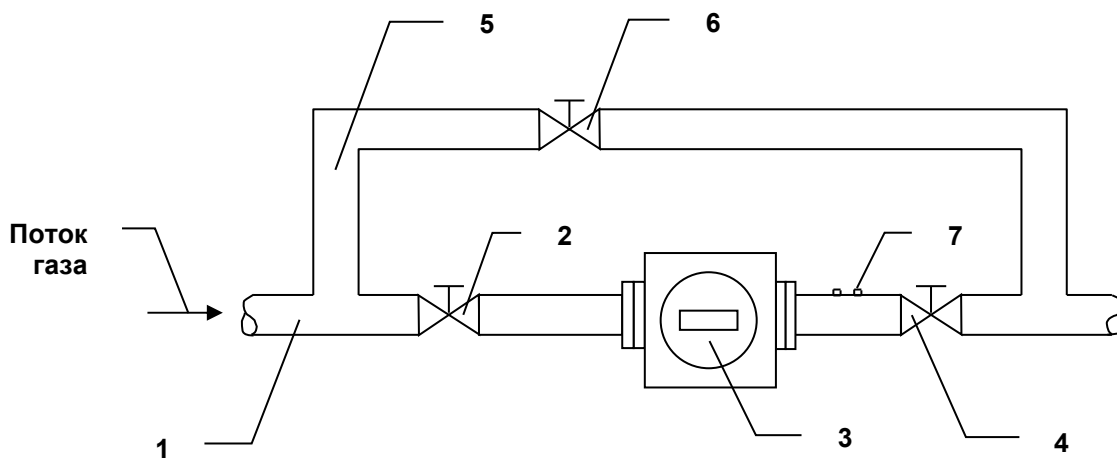

Рис. 7. Установка счетчика без перепускного канала
- 3.16.5. В трубопроводах с давлением до 16 атм применение перепускного канала необязательно. Для этого случая рекомендуется схема установки, приведенная на рис. 7. Наличие вентиля 2 является обязательным. Он позволяет отключить счетчик в случае его повреждения и необходим для обеспечения правильного пуска счетчика.
6.2. До начала пуска счетчика все вентили на трубопроводе (см. рис. 7, 8) должны быть закрыты.
6.5. Пуск счетчика без перепускного канала (см. рис. 7)